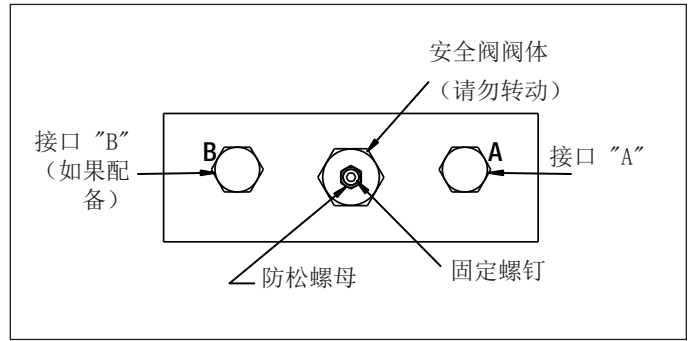

图 10
1. 在接口“A”安装一个 0-1,035 bar (0-15,000 psi) 压力表（见图 10）。